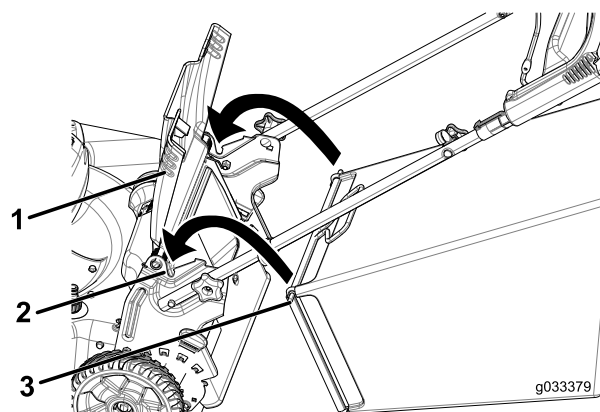

Figure 21
1. Soulevez le déflecteur arrière et maintenez-le dans cette position (Figure 21).
2. Montez le bac à herbe en veillant à placer les ergots dans les crans des supports du guidon (Figure 21).